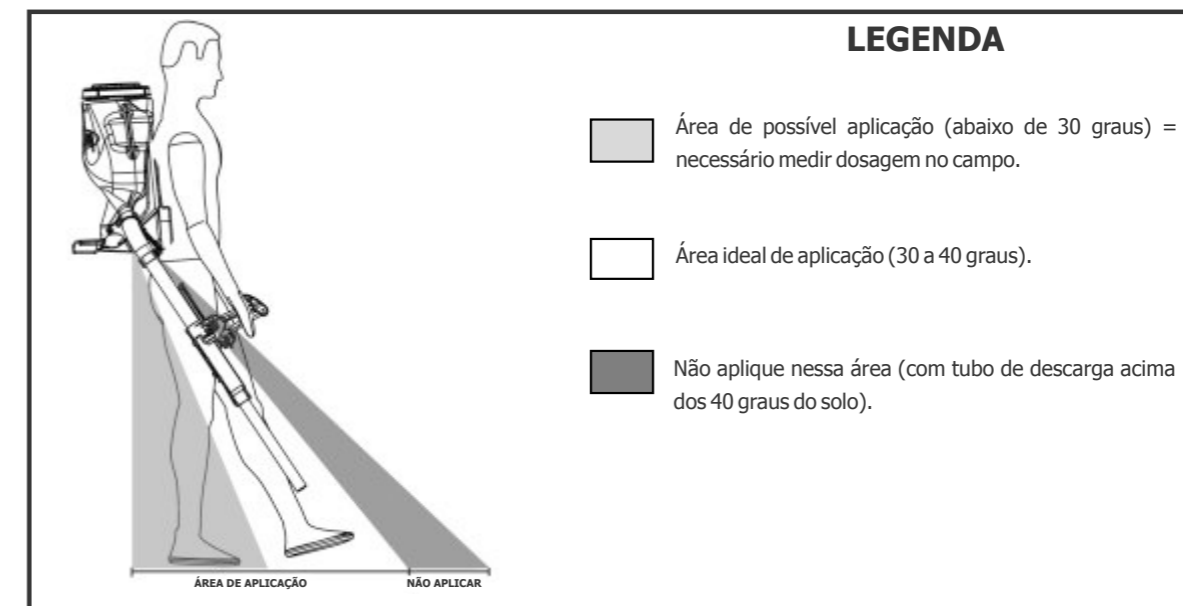

FIGURA 7 Recomendações de posicionamento do equipamento durante o uso.
Para a correta operação e dosagem com o Aplicador Costal de Granulados Guarany, siga sempre a recomendação da **Figura 7** quanto ao posicionamento do equipamento durante o uso.
**Todos os valores de dosagens nas Tabelas 1 e 2 foram obtidos com o conjunto de descarga posicionado a 30 graus de inclinação em relação ao solo. DE MANEIRA PRÁTICA, DIRECIONANDO A SAÍDA DA DESCARGA NO LOCAL DO SEU PRÓXIMO PASSO, COMO MOSTRA A FIGURA 7 ABAIXO, A APLICAÇÃO ESTARÁ DENTRO DA ÁREA IDEAL.**
**Nota:** A área ideal de aplicação (local do próximo passo do operador) corresponde a uma faixa entre 30 a 40 graus de inclinação; contudo, o equipamento pode ser utilizado em ângulos menores que 30 graus, conforme **Figura 7**, mas nesse caso, recomendamos que o operador faça as medições de dosagem.
O uso do equipamento fora das condições recomendadas na **Figura 7**, ou seja, com o tubo de descarga posicionado a uma inclinação acima de 40 graus do solo, acarretará no seu mau funcionamento, consequentemente, resultando em escoamento irregular do produto (do tanque até a saída), imprecisão nas dosagens ou mesmo o não escoamento do produto.
**b)** Coloque o equipamento nas costas e em posição de operação, com o tubo de descarga direcionado para baixo (conforme **Figura 7**) acione o gatilho do comando sobre um recipiente de coleta;